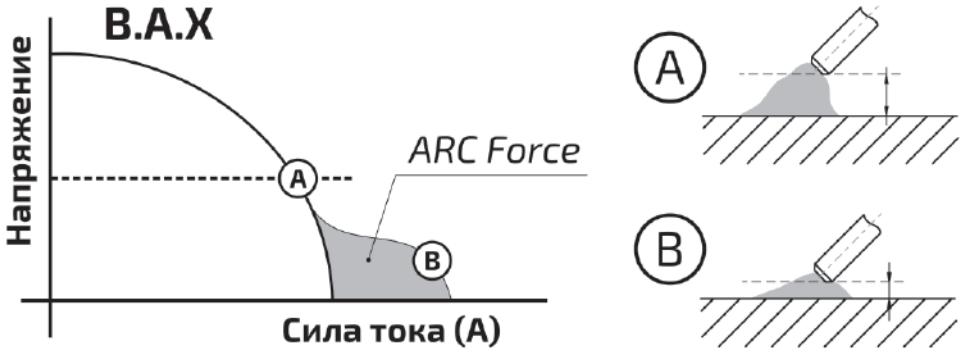

Рис. 6.2.3. Arc Force.
Arc Force (форсаж дуги) – рекомендуется применять при сварке покрытыми электродами на малых токах. В процессе сварки происходит автоматическая регулировка силы сварочного тока, что уменьшает склонность к залипанию покрытого электрода к свариваемой детали (см. рис. 6.2.3).
7. Установите необходимое значение Arc Force. **В большинстве случаев Arc Force можно установить в среднее значение (см. рис. 6.2.3).**